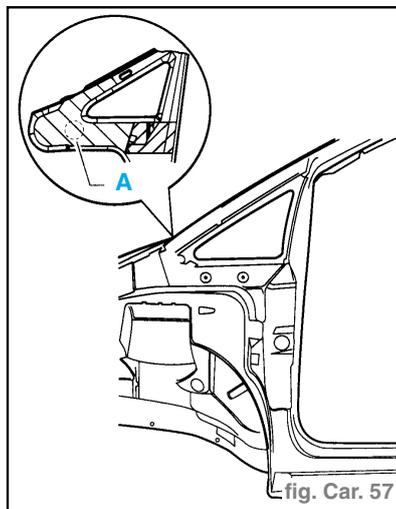

fig. Car. 57
- Remplir de mousse le corps creux à travers le trou (A) du caisson d'eau (fig. Car. 57).